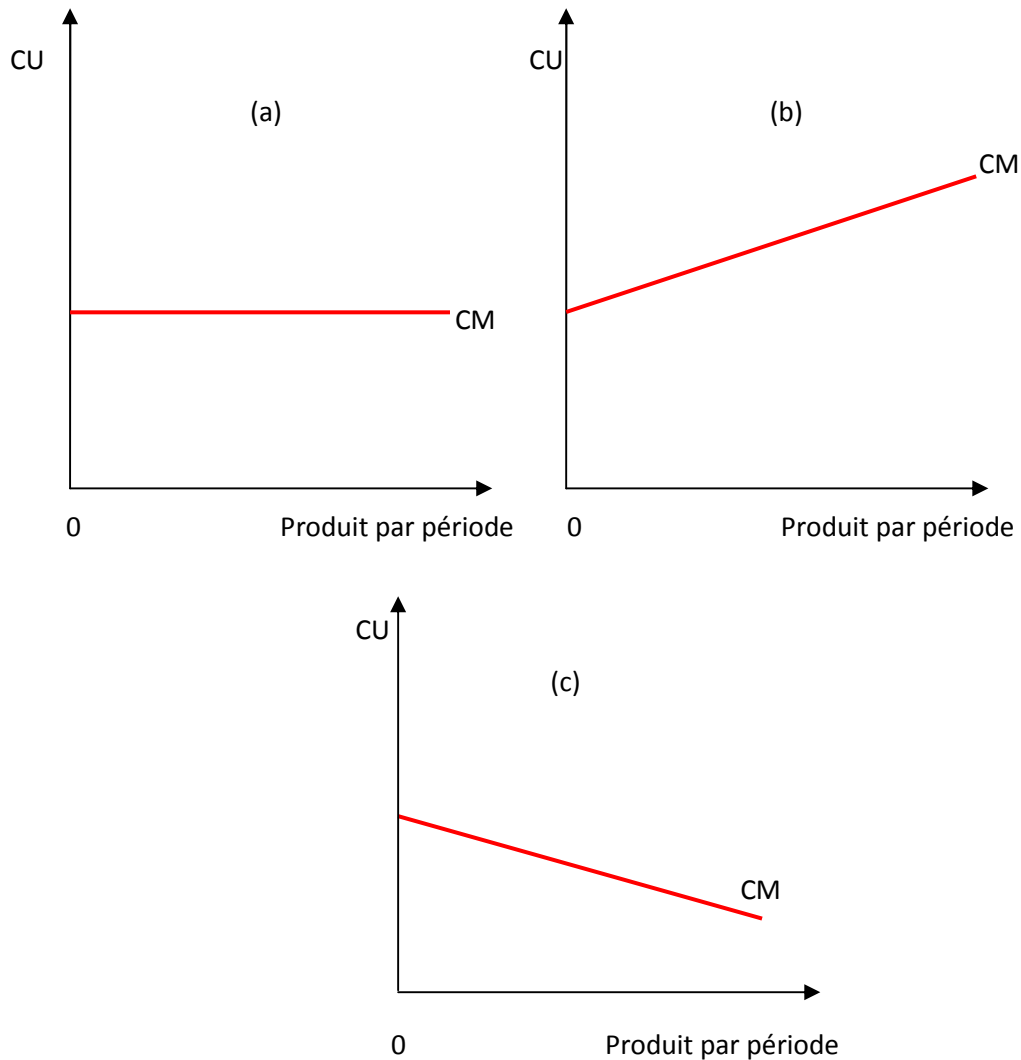

Fig.45.a.b.c : coûts moyens
- Lorsqu'une entreprise produit à coûts constants (Fig. 45.a), ses coûts moyens (unitaires) ne se modifient pas lorsque l'échelle de production varie. Cela veut dire que la production augmente au même rythme que l'accroissement des facteurs. L'entreprise travaille avec des *rendements constants*.
- Lorsqu'une entreprise produit à coûts décroissants (Fig. 45.c), le développement de la production se traduit par une baisse des coûts unitaires de production si l'entreprise a eu le temps d'effectuer les ajustements des techniques de production. La production augmente plus rapidement que l'accroissement des facteurs. L'entreprise bénéficie de *rendements croissants*.
- Enfin lorsqu'une entreprise produit à coûts croissants (Fig. 45.b), le développement de la production s'accompagne d'une augmentation des coûts moyens par unité de production. La production croît moins que proportionnellement à l'accroissement des facteurs. L'entreprise fonctionne avec des *rendements décroissants*.